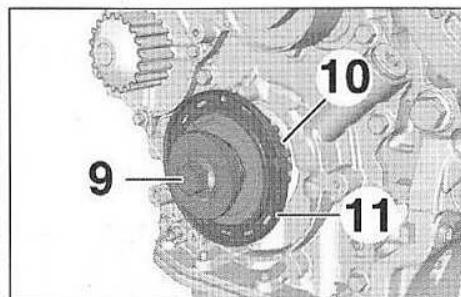

FIG.14
- Déposer (Fig.14) :
- la vis (9) de poulie de vilebrequin,
- le pignon (10) de vilebrequin en prenant soin de ne pas endommager la cible (11).